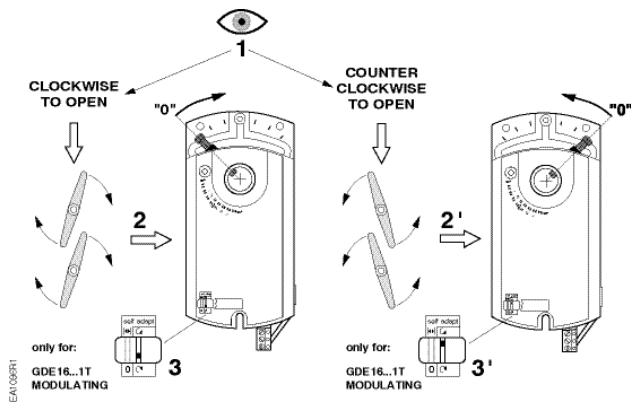

Figure 2. Réglage du sens de rotation.
1. Déterminez si les lames du volet vont pivoter dans le sens des aiguilles d'une montre ou dans le sens inverse pour s'ouvrir. Voir figure 2.
1. Pour avoir accès aux commutateurs DIP, soulevez la patte sur le côté inférieur gauche du servomoteur. Voir figure 2. Le réglage d'usine est effectué dans le sens des aiguilles d'une montre (commutateur central) avec un signal de réaction à action direct (commutateur à droite).